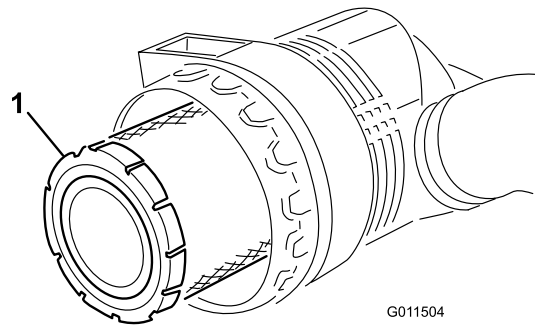

Figura 52
3. Togliete il filtro primario e sostituitelo (Figura 52).